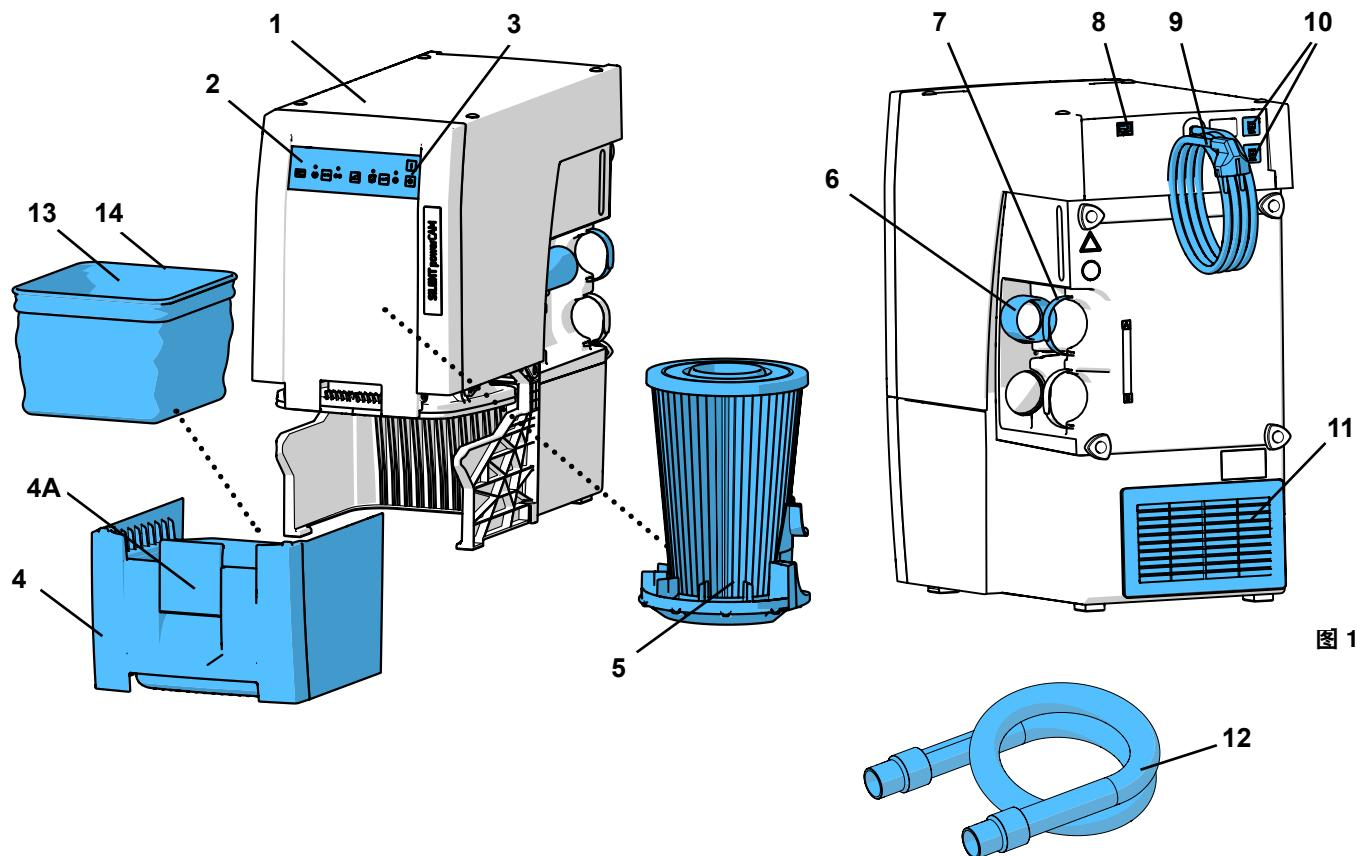

图 1
- 排气孔不能被堵塞 (11, 图 1)。
- 外置排气管 (A) (参阅第4.6章)。
- 在柜壁 (B) 开最少 250 x 120 毫米的通风口，位置要直接与排风口 (11, 图1) 相对。
- 拆下机柜的背面 (C)，从机柜背面到墙壁距离至少要有 50 毫米。
⇒ 展开电线 (9, 图1)，将插头插入电源插座。